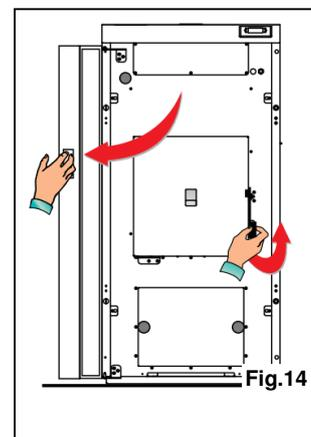

Fig.14
- Abrir la puerta, actuando manualmente sobre el pomo (fig.14).